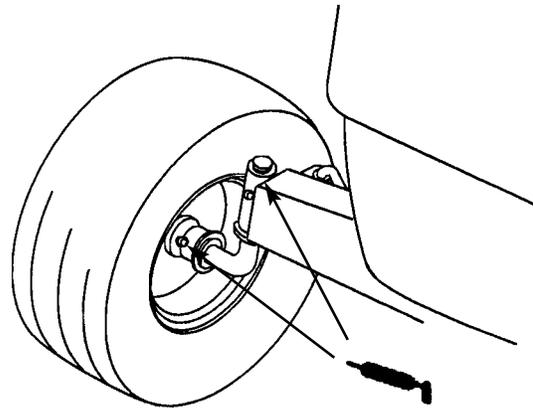

Bild 15
1. Die Vorderräder schmieren, bis das Fett aus den Lagern zu quellen beginnt (Bild 15).